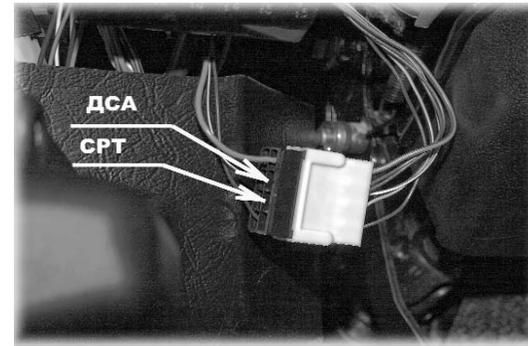

Рис.2. Подключение к датчикам ДСА и СРТ.
- подключить провода СРТ и ДСА к 8-и клеммной колодке, находящейся в районе педали сцепления, согласно рис.2;